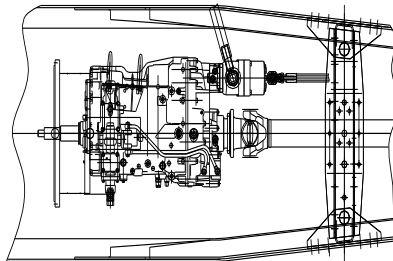

Рисунок 4.5.1 – Привод насоса
4.5 Привод насоса (Рисунок 4.5.1)